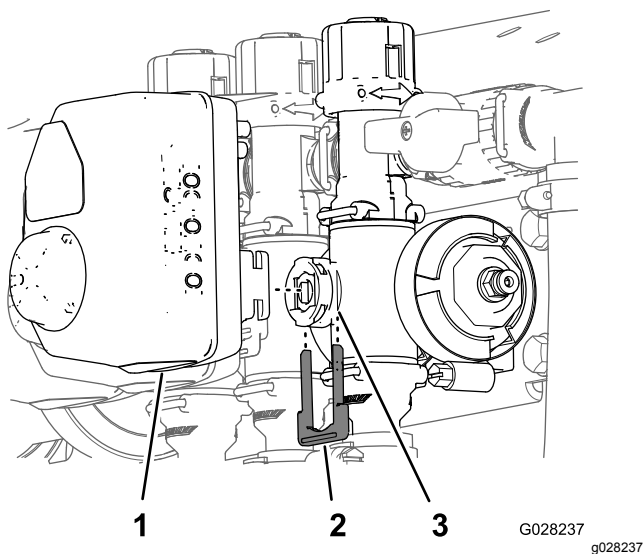

Рисунок 61
3. Снимите держатель, который крепит привод к коллекторному клапану управления нормой внесения, перемешивания, главному клапану секций или клапану секции (Рисунок 61).